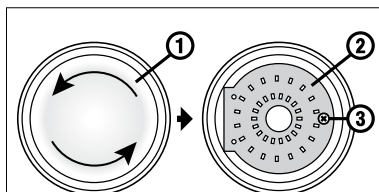
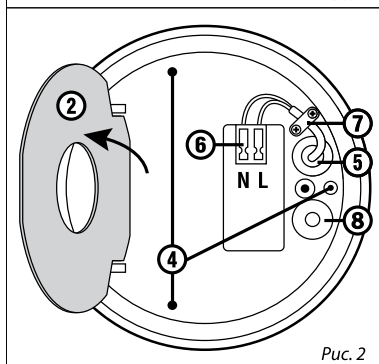

Рис. 1
Рис. 2
- Произведите разбор светильника, открутив плафон ① против часовой стрелки.
- Выкрутите винт ③ и откройте крышку со светодиодным модулем ②, как показано на Рис. 1.
- Наметьте место будущей установки светильника ④ и просверлите три отверстия.
- Протяните кабель через гермоввод ⑤.
- Зачистите контакты сетевого кабеля и подключите провода к клеммной колодке ⑥ в соответствии с Рис. 2.
- Зафиксируйте кабель при помощи двух болтов ⑦.
- Зафиксируйте крышку со светодиодным модулем ② при помощи винта ③ и установите плафон ①, повернув его по часовой стрелке.
- Для подключения светильников в линию используйте клеммную колодку ⑥ и выведите кабель через гермоввод ⑧. **Внимание!** Максимальная суммарная мощность подключаемых в линию светильников – 200 Вт.